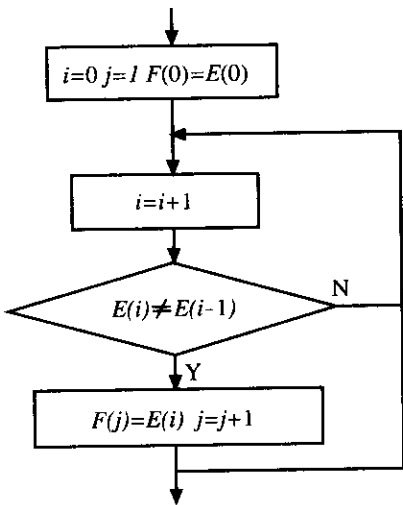
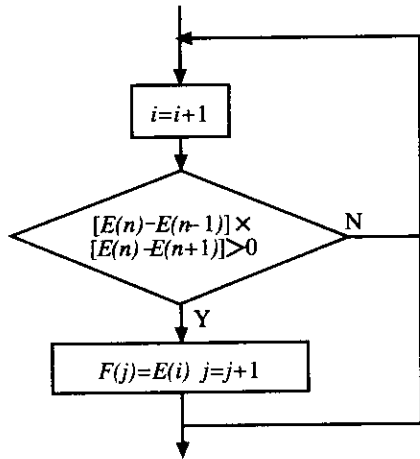

图 2 压缩等值点
图 3 检测峰谷值
1)峰谷值检测是数据压缩的基本内容之一,就是把数据中的峰谷值提取出来作为下一步数据处理的数组。在这一过程中,为避免在峰谷值提取时产生影响应先将相邻的等值数压缩(即把相同数值的保留一个),然后再提取峰谷值。设待处理数组为 $E(n)$,所得数组为 $F(n)$, i 和 j 分别为两个数组元素的编号(以下的流程图中不再声明)。在相邻等值数压缩中(如图 2),菱形框的判断条件是前后两个元素是否不相等,若为真值留下这个数,否则将继续下一个数的判断,直到最后一个数为止。这样当遇到相等数时,取下的是其中的第一个数值。在峰谷值检测时(如图 3),判断条件是相邻数字的差的乘积是否大于零(即是否同号),若为真值时就说明 $E(i)$ 同时大于(或小于)两边的数字,则 $E(i)$ 就是峰(或谷)值;否则继续。